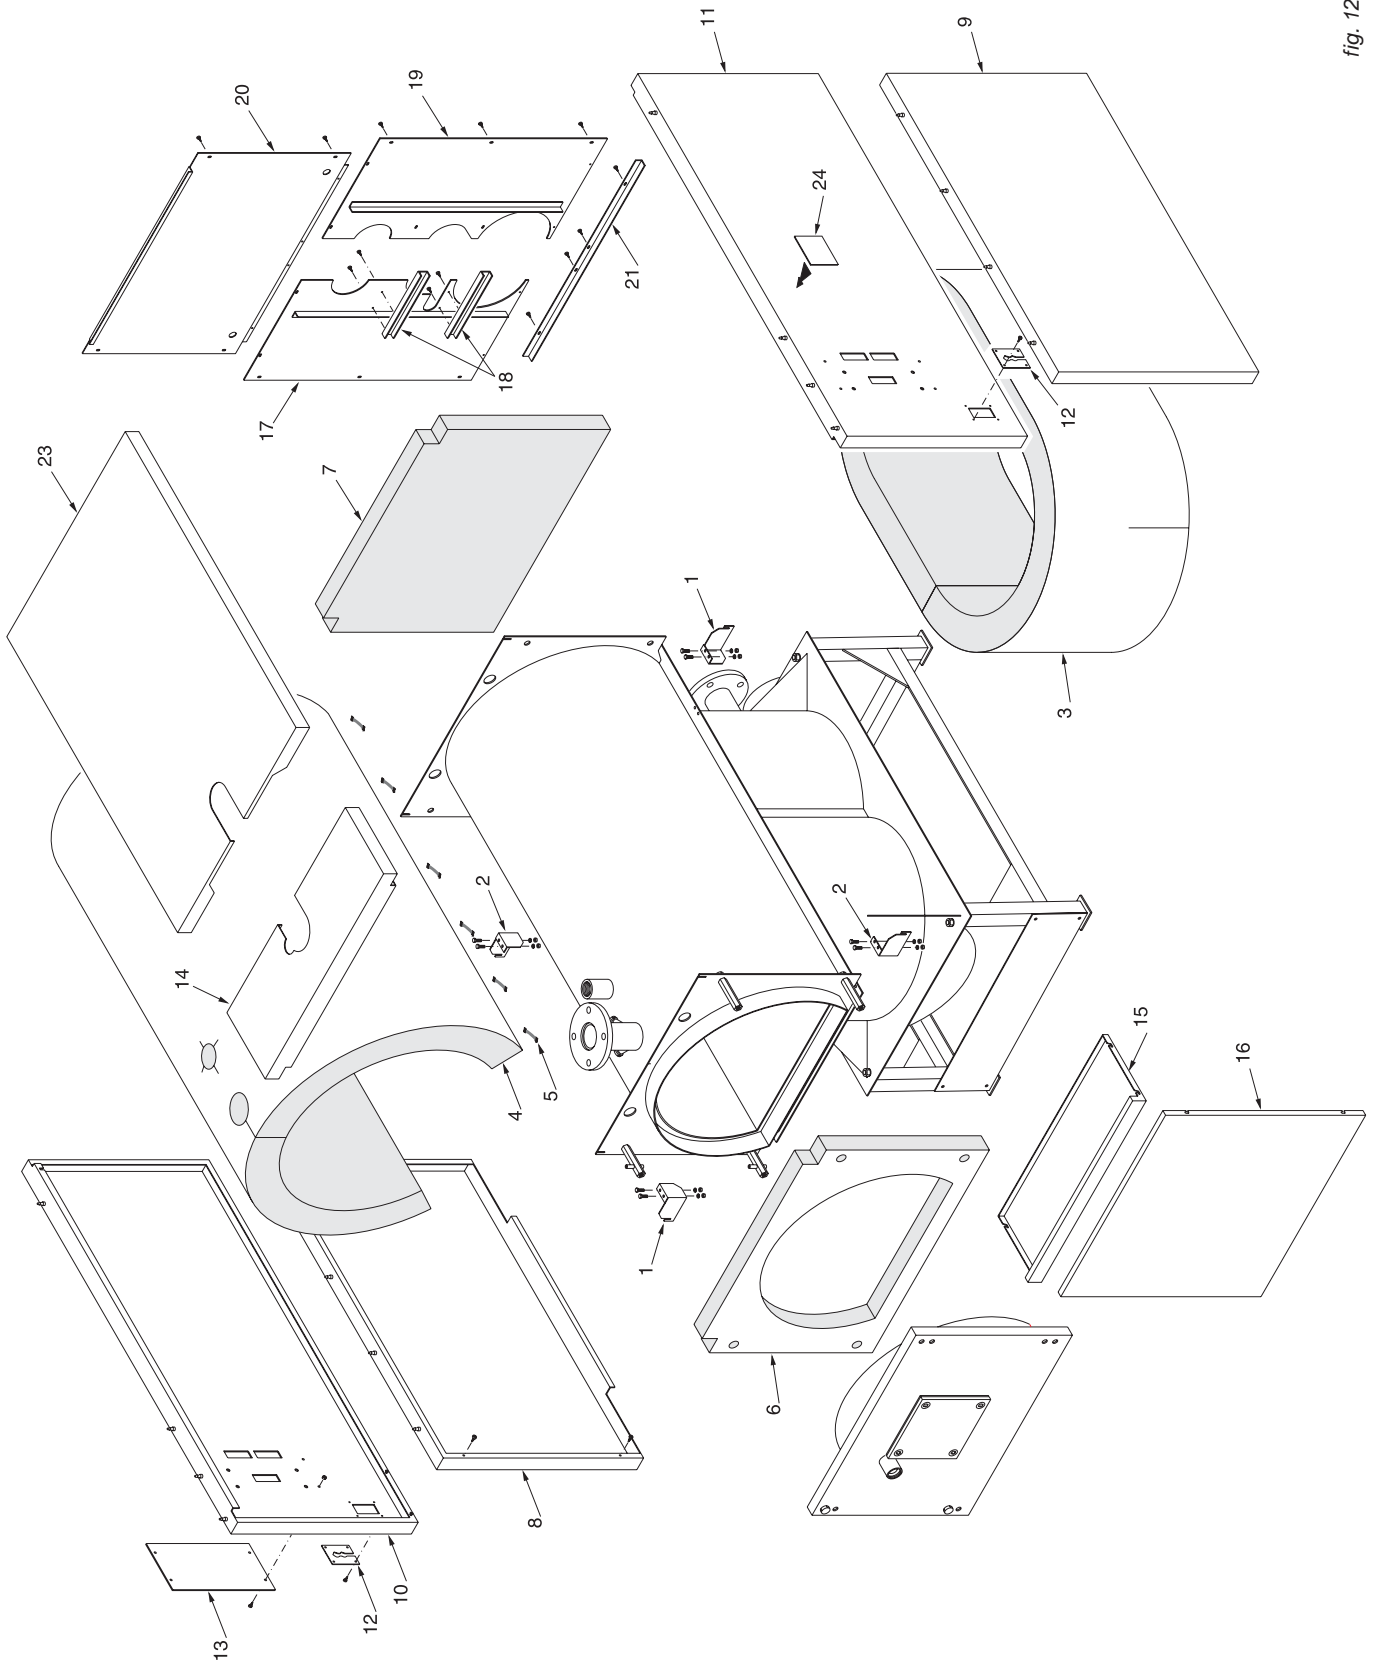

fig. 12
**N.B.** Pour les modèles compris entre les **INOXIA GJ 150** et **INOXIA GJ 350** (voir la fig. 12), les panneaux de l'habillage et le manteau isolant de la chaudière sont contenus dans 2 cartons marqués:
**N.B.** Pour les modèles compris entre les **INOXIA GJ 450** et **INOXIA GJ 1000** (voir la fig. 12), les panneaux de l'habillage et le manteau isolant de la chaudière sont contenus dans 3 cartons marqués:
Séquences de montage (voir la fig. 12) :